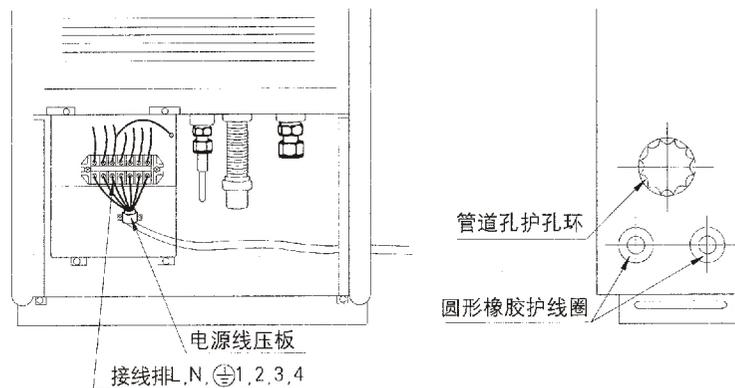

图 14 (此图仅作参考)
- (1) 拆下室内机下部的维修面板：拆下维修面板下部的 2 个螺钉，然后向下拉出维修面板。
- (2) 按图 14 所示，根据电气原理图进行接线。